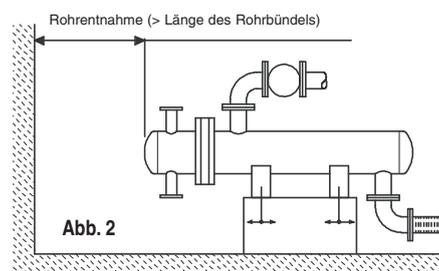

Abb. 2
5.1. **Anbringungsort:** Ausreichend Raum als Sicherheitsabstand sowie für Bewegungen des Personals, Wartungsarbeiten und das Entfernen oder Reinigen des Rohrbündels vorsehen (Abb. 2).